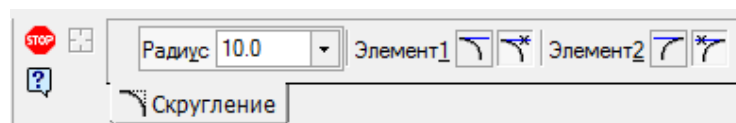

Рис. 50
1. У полі *Радіус* на *Панелі свойств* ввести значення радіусу дуги округлення (рис. 50).
2. Встановити спосіб побудови округлення з видаленням частини об'єкта або без видалення (рис. 50). Приклад побудови наведено в розділі 10, п.10.1.6.